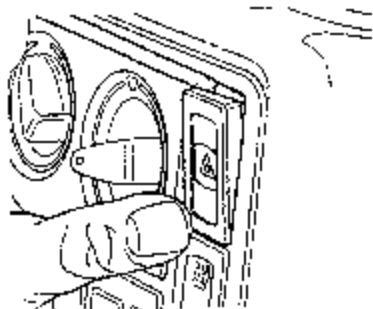

图 11-105 拆卸开关挡板
(2) 拆卸可加热的后窗玻璃开关
- ①使用扁平的塑料楔或起子小心地拆除开关挡板，如图 11-105 所示。